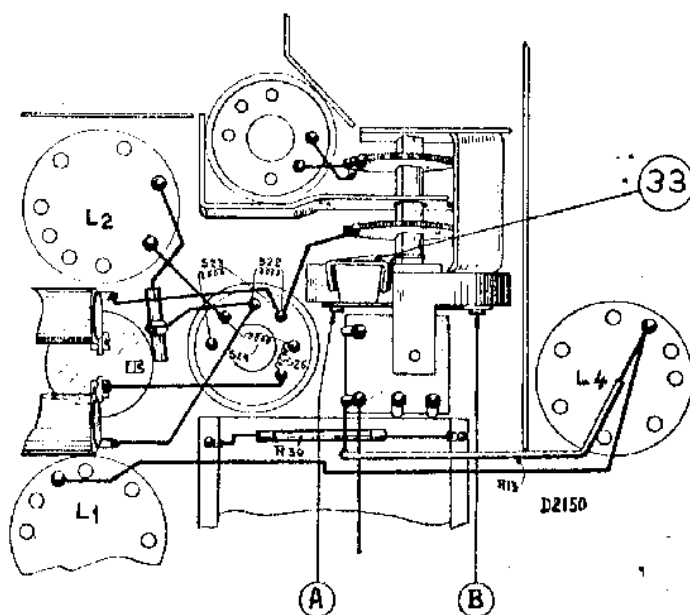

Fig. 7
6. Schroeven A en B losdraaien, waarna de schakelaar te demonteerren is (fig. 7). De magnetische schakelaar moet bij 4 Volt nog omschakelen. Door de beugel (33) iets te verbuigen kan dit bijgesteld worden.